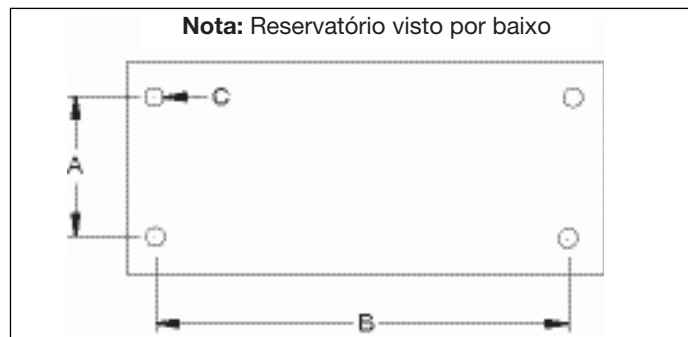

Figura 3, Dimensões de Montagem
4.2 Montagem da Bomba (Ver Figura 3)
Veja na Figura 3 as dimensões de montagem para fixação da bomba em superfície firme.